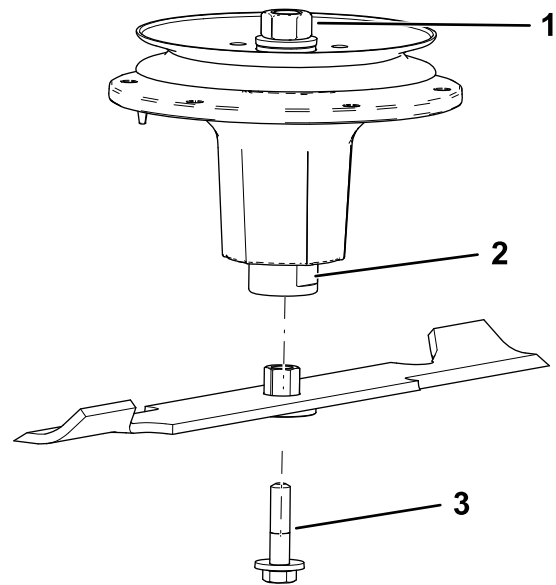

Figure 79
2. Installez l'ensemble douille et lame sur l'axe de pivot (Figure 79).